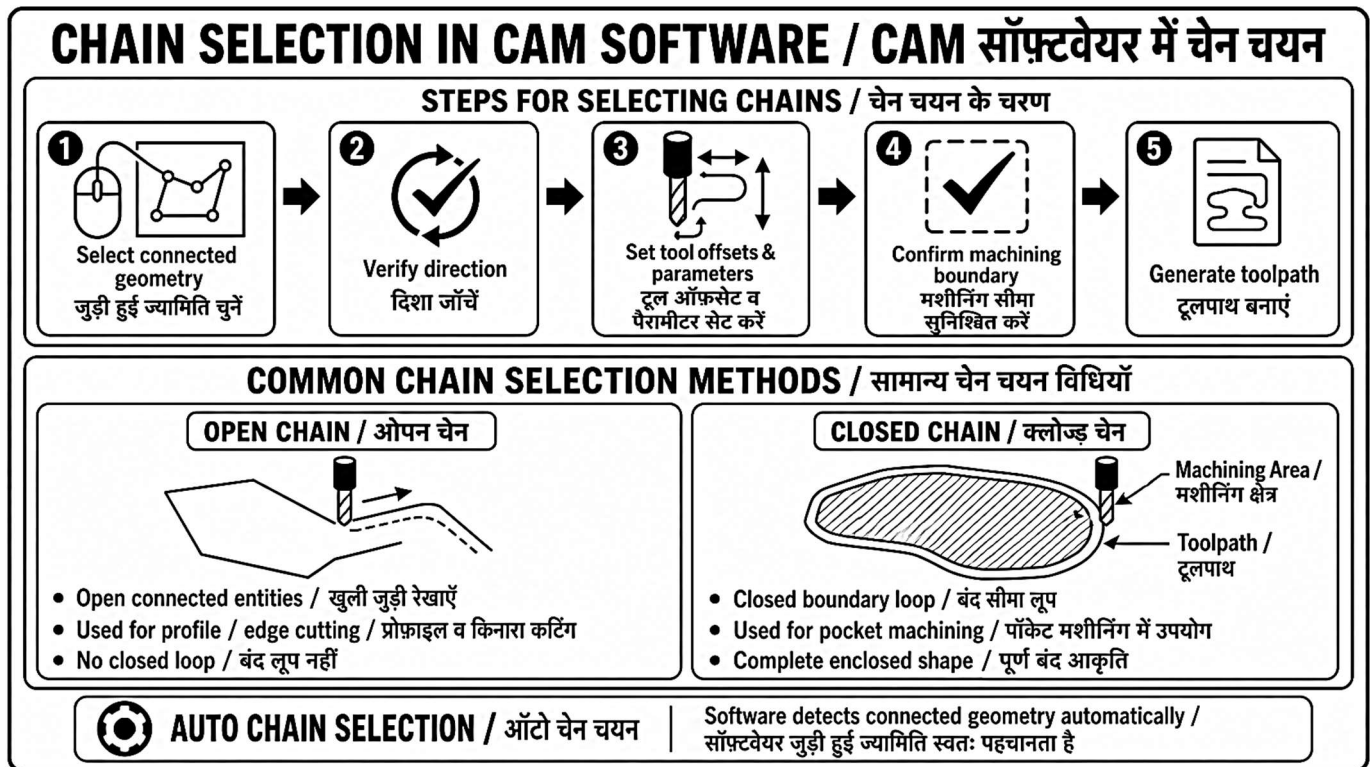

Fig. 12.8: Chain Selection in CAM Software | CAM सॉफ्टवेयर में चेन चयन
12.8.1 Definition of Chain Selection in CAM Software (Fig. 12.8)
12.8.1 CAM सॉफ्टवेयर में चेन चयन की परिभाषा (Fig. 12.8)